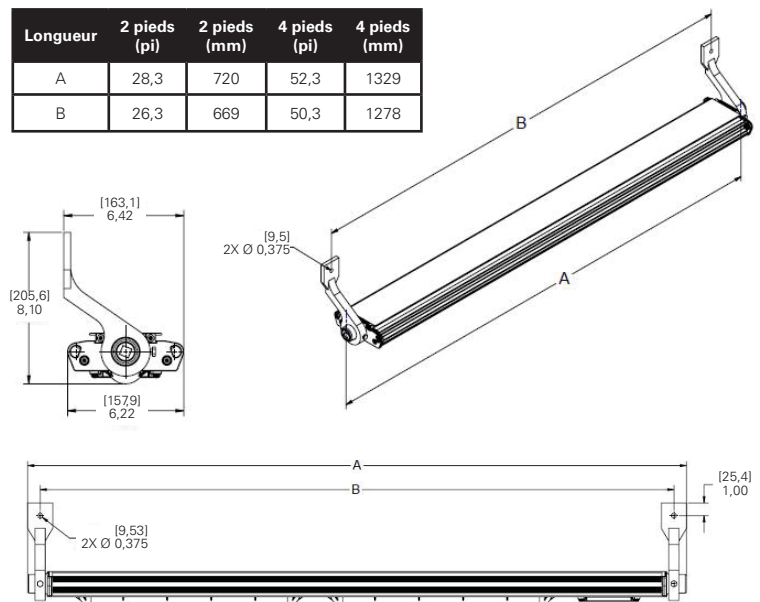

Figure 1 : Montage mural DP1052MTK
- Marquer et percer des trous pour fixer les supports de fixation d'extrémité. Utiliser le centre de deux boulons de 1/4 po (non inclus) pour centrer les mesures (voir la figure 1).